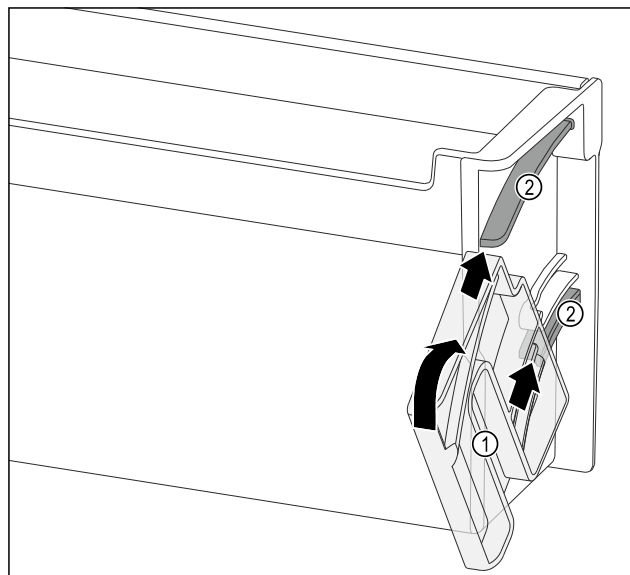

Fig. 127
- Positionner l'unité de rotation Fig. 127 (1) de manière à placer les évidements exactement en face des canaux de guidage Fig. 127 (2) du balconnet de contre-porte.
- Tourner l'unité de rotation Fig. 127 (1) dans le sens indiqué.